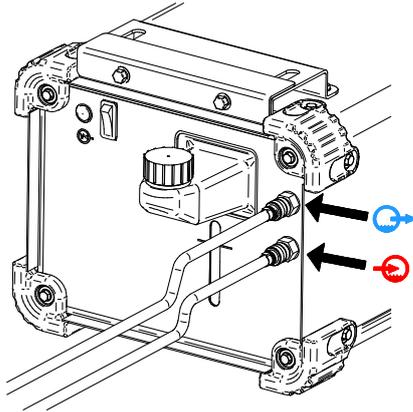

Figura 6.
- Conecte las mangueras del enfriador – Figura 6.